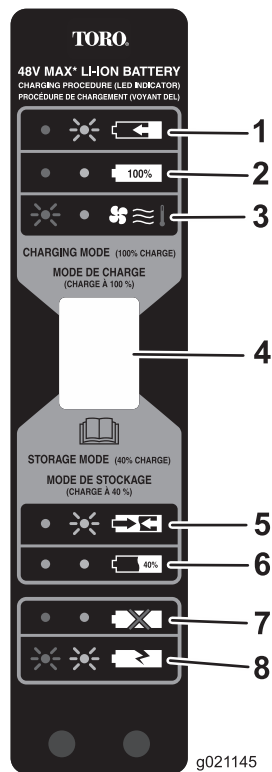

Figura 14
- Consulte **Figura 14** para interpretar los indicadores LED del cargador de la batería.
Utilice el modo de almacenamiento (**Figura 14**) si la batería no se va a utilizar durante 12 meses o más.
- Cuando la batería esté preparada para el almacenamiento (**Figura 14**, punto 6.), retire la batería del cargador.